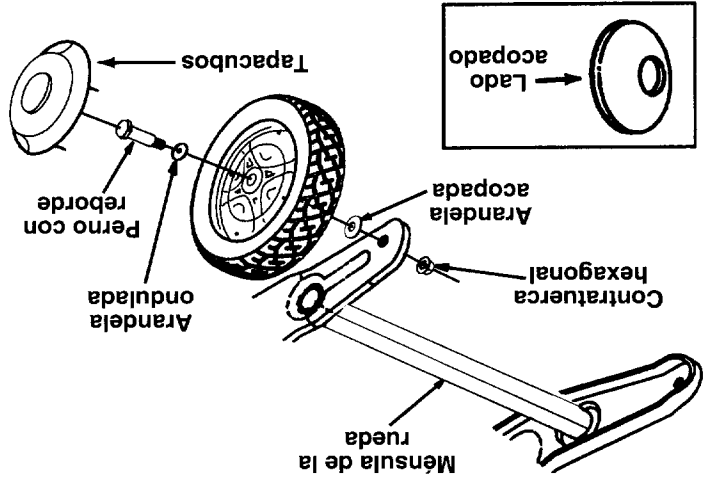

FIGURA 2.
NOTA: El lado acopado de la arandela va contra la canalata de la astilladora. Vea la figura 2 para localizar el lado acopado de la arandela.
- Retire la contratuerca hexagonal y los pernos con reborde del frente de las ménsulas de las ruedas, vea la figura 2.